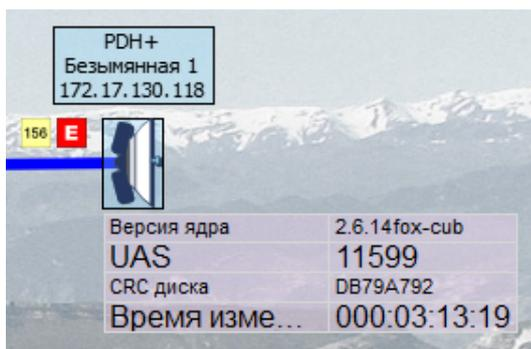

Рис. 79
6.4.5. Недавно измененные значения в таблице "быстрых" параметров отображаются увеличенным шрифтом, как показано на рис. 79. Для снятия индикации изменений достаточно сделать щелчок ЛКМ по таблице. Данная функциональность предназначена для быстрого ознакомления с перечнем изменившихся значений с момента последнего подтверждения просмотра изменений оператором.